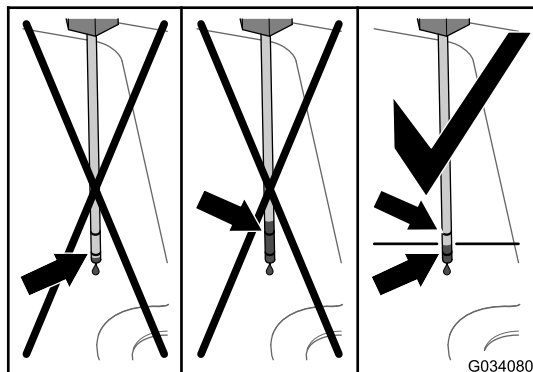
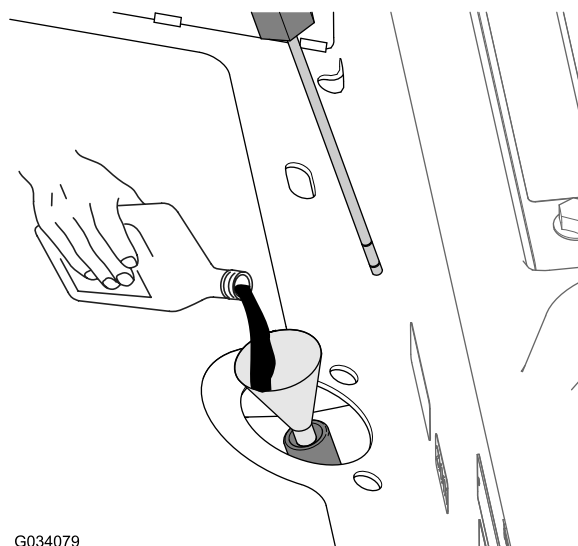

Figura 79
Figura 80
4. Retire a vareta e verifique o nível de fluido (**Figura 79**).
5. Se o nível do fluido está abaixo da marca inferior da vareta, adicione o fluido hidráulico especificado no tubo de enchimento (**Figura 80**) até que o nível de fluido suba entre as marcas superior e inferior quando verificado com a vareta (**Figura 79**).
6. Adicione o fluido hidráulico especificado no tubo de enchimento (Figura 80 em) até que o nível de fluido na caixa da transmissão (reservatório) se encontre a meio entre as marcas superior e inferior da vareta (Figura 79).